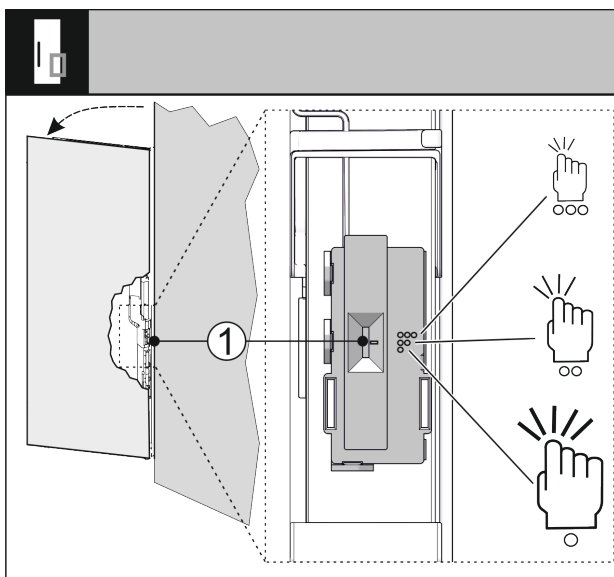

Fig. 71
Koputusanturin herkkyyttä voidaan säätää kytkimellä Fig. 71 (1). Kytkin on saranan puolella oven alemmassa kolmanneksessa.
- Siirrä kytkin Fig. 71 (1) haluttuun kytkinasentoon.